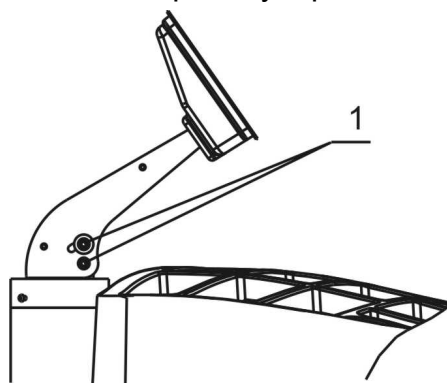

Рисунок 4.7
4.2.8 Установить блок управления в верхнее положение. Для этого ослабить болты 1, рисунок 4.7, поднять блок вверх до упора, затем затянуть болты.